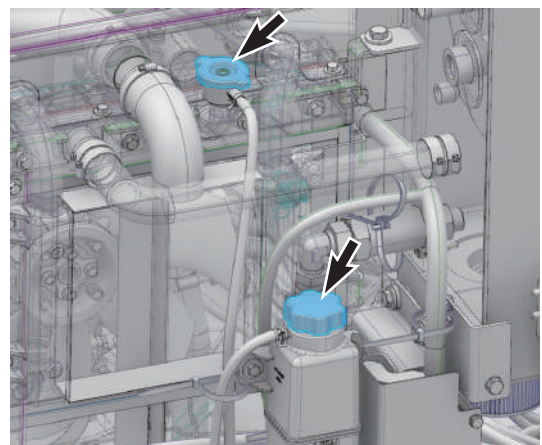

Figura 83
1. Abra lentamente el tapón del radiador y del depósito de compensación (Figura 83) para dejar salir la presión.